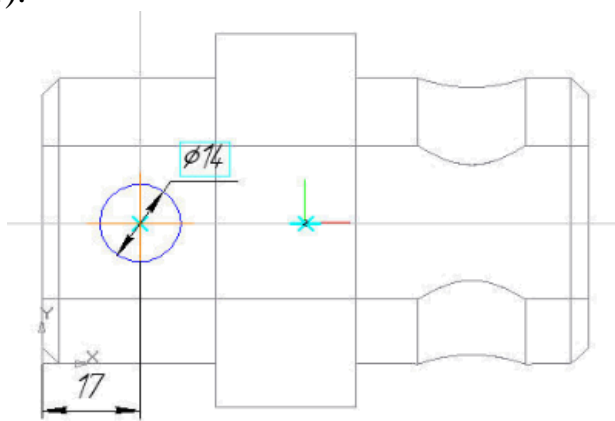

Рис. 4
29. Выполните построение по чертежу, используя команду Окружность (рис. 4).